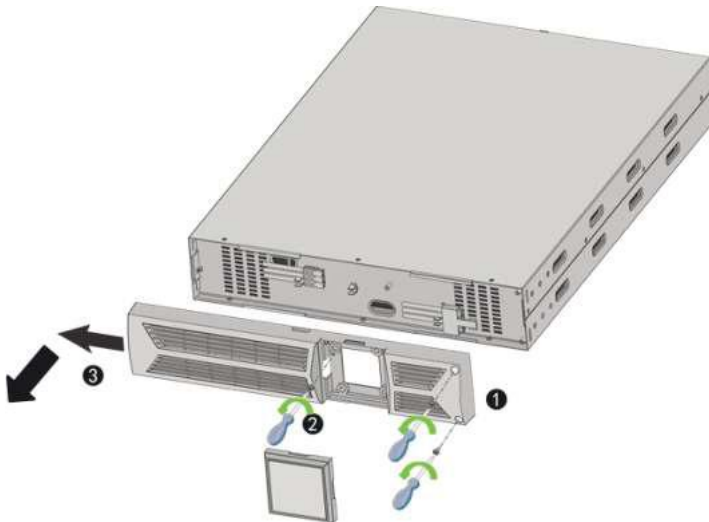

Рис. 2-1
1. Снимите переднюю панель, как показано на рис. 2-1: